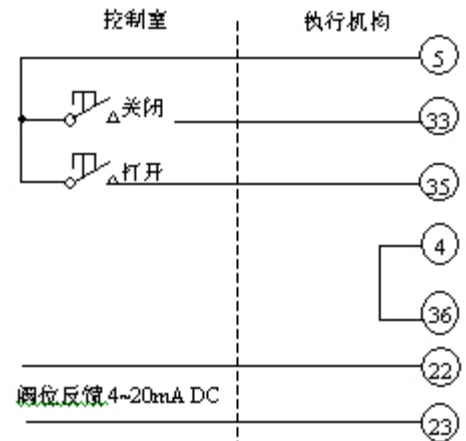
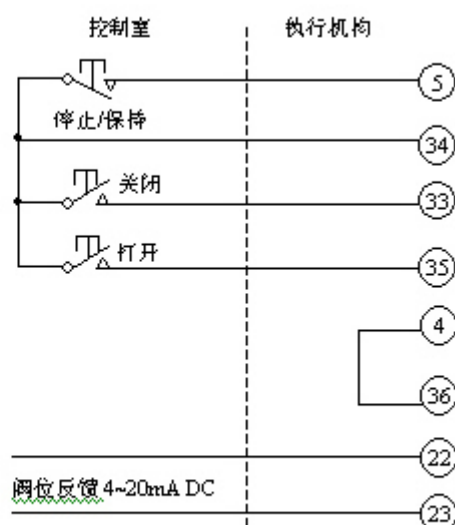
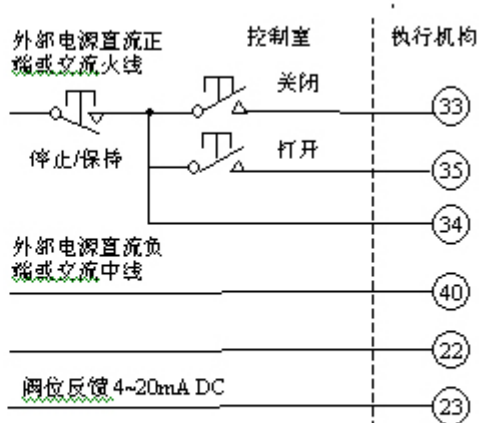

图 6-1 形式 1：点动式打开/关闭控制。
图 6-3 形式 3：保持式打开、关闭、停止控制
图 6-9 保持式打开、关闭停止控制
HKM系列执行机构内部电器总接线图见图6-1，其中葵花接线盒端子说明见表6-1。
远程控制电路可由执行机构内部的24V直流电源供电，也可以由外部的24V~60V交、直流电源供电，还可以由外部提供的120V~220V直流或交流电源供电，各种形式的接线见图6-1~6-9图。（图中序号为葵花接线盒上的端子号）
6.2.1 图6-1~图6-3为内部24V供电
如果切换控制电路想采用外部120~220V或采用外部供电， 用户可以参照图6-1~图6-9远程开关量控制选用不同电源的设计思路进行设计。